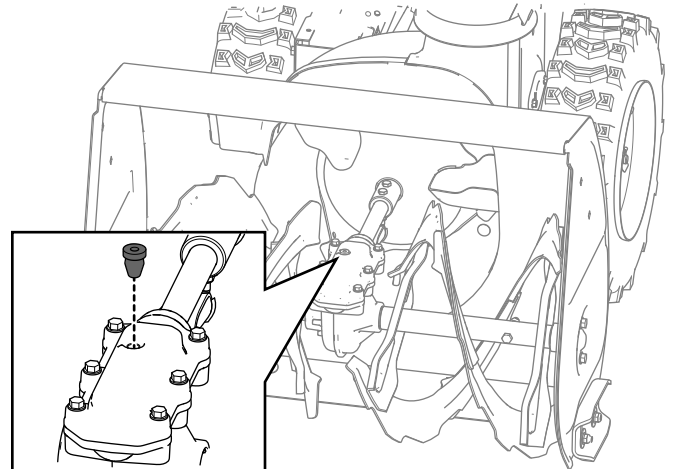

Figure 30
2. Nettoyez la surface autour du bouchon du tuyau et retirez le bouchon du boîtier d'engrenages (Figure 30).